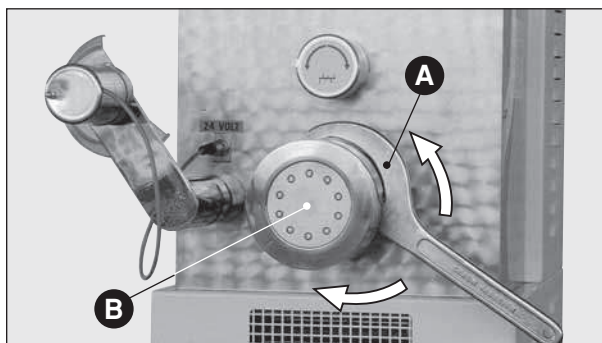

Fig. 36
- **Ghiera, trafilatura e filtro:** svitare la ghiera con l'apposita chiave (**Fig. 36 A**), facendo attenzione a non far cadere i pezzi, allorché la ghiera esce dalla sua sede (il peso dei pezzi con il prodotto rimasto è di qualche chilo e può facilmente scivolare dalle mani e procurare danni a sé o ai pezzi stessi).
- **Coclea:** smontata la ghiera con trafilatura (**Fig. 36 B**) e filtro, la coclea si può facilmente estrarre dalla macchina spingendola dalla spirale all'estremità interna.